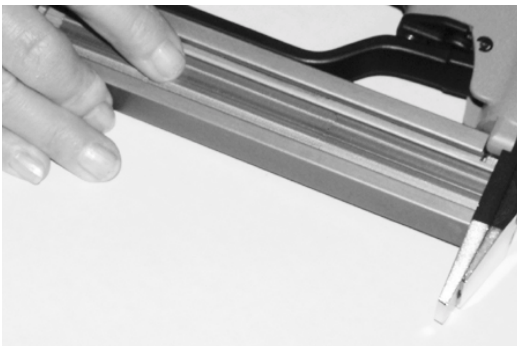

Figura 4
2. Coloque el impulsor abajo como se muestra en la Figura 4.